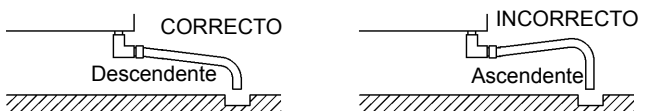

Fig. 3
- \* Para evitar una contracorriente en la cuba de almacenamiento, el tubo de salida debe instalarse como se indica en la fig. 3.